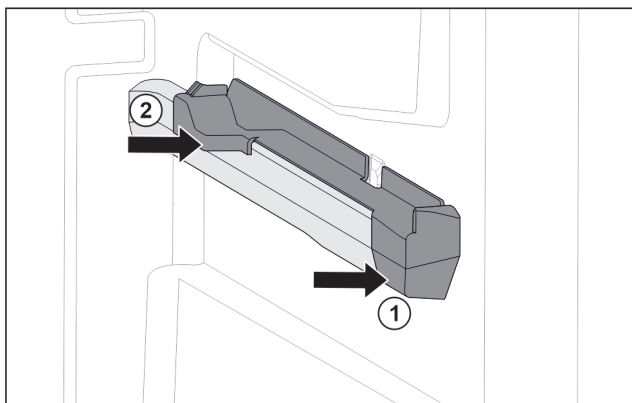

Fig. 75 Påsettingsdel på høyre beholderribbe
- ▶ Sett på påsettingsdel foran på beholderribben. Fig. 75 (1)
- ▶ Trykk på påsettingsdel bak. Fig. 75 (2)